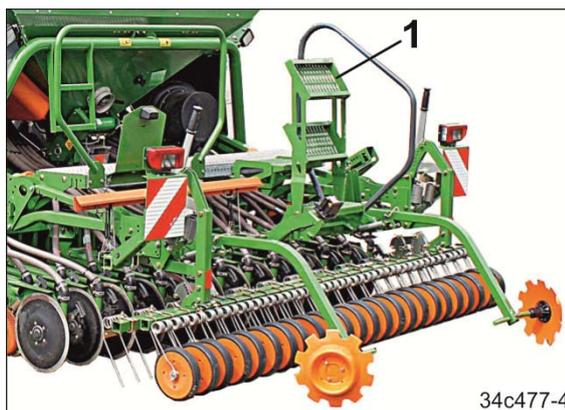

Fig. 107
1. Sostener los peldaños de la escalerilla (Fig. 107/1).